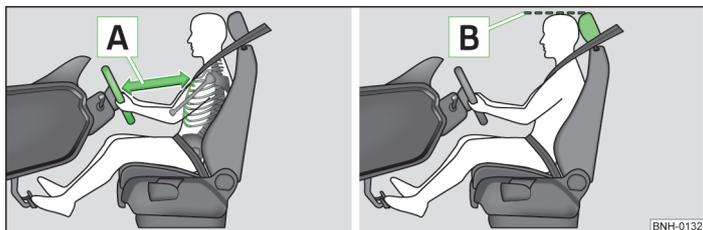

Fig. 76 Bonne distance du conducteur par rapport au volant/bon réglage de l'appuie-tête
- Ajustez le volant de façon que la distance entre le volant et le buste soit de 25 cm au moins [A] » fig. 76.
- Réglez l'appuie-tête de façon à ce que le bord supérieur [B] » fig. 76 » page 94 de l'appuie-tête se trouve dans la mesure du possible au moins à la hauteur de la partie supérieure de votre tête1).
- Réglez l'appuie-tête de façon à ce que le bord supérieur [B] » fig. 76 » page 94 de l'appuie-tête se trouve dans la mesure du possible au moins à la hauteur de la partie supérieure de la tête.